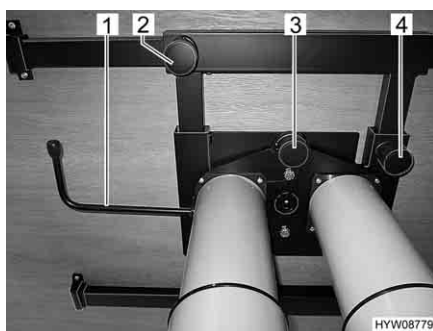

Fig. 79 Tavolo rialzabile con doppio piede
- Svitare la vite a testa cilindrica zigrinata (Fig. 79,2).
- Svitare la vite a testa cilindrica zigrinata (Fig. 79,4).
- Tirare il tasto (Fig. 79,3) del bloccaggio verso il basso.
- Ruotare la leva (Fig. 79,1) al di sotto del piano del tavolo di 180° verso sinistra. Il meccanismo di sollevamento nel piede del tavolo viene sbloccato.
- Ruotare la leva (Fig. 79,1) al di sotto del piano del tavolo di 180° verso sinistra. Il piano del tavolo va automaticamente verso l'alto fino al fine corsa.